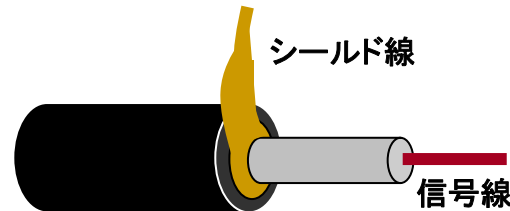

図11. 同軸ケーブル(手順 2)
2. コネクタ側の同軸ケーブルは、シールド線を2~2.5cm程出してまとめておく(図11 参照)